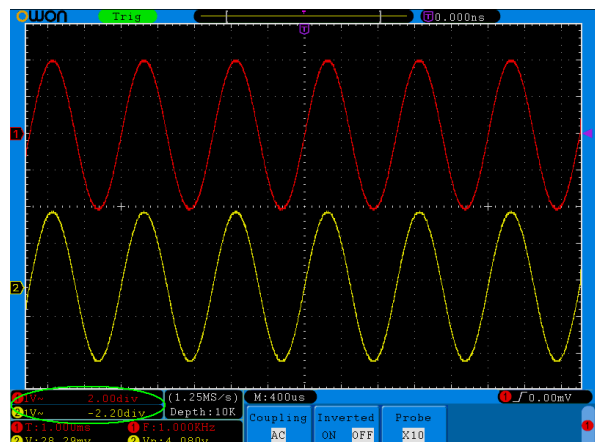

Рисунок 5.12. Информация о положении осциллограммы по вертикали
3. Когда положение осциллограммы по вертикали изменяется, измененная величина смещения для данного канала отображается в левом нижнем углу дисплея (см. рисунок 5.12).